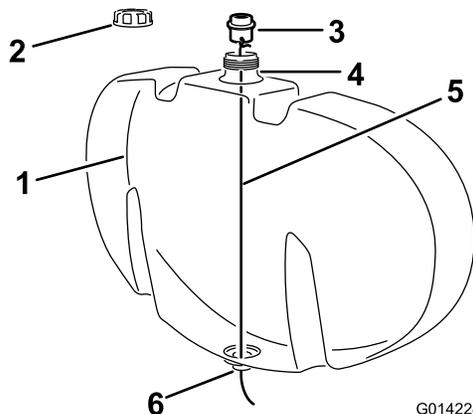

図 2
- B. タンクの高さよりも長い針金を用意し、これをバルクヘッド・フィッティングのフォーク穴の一つに取り付ける（図 2）。
- C. すすぎタンクのキャップ（図 2）を取る。
- D. 給水口から針金の先端をタンク内に降ろし、タンク底部にある開口に針金を通す（図 2）。